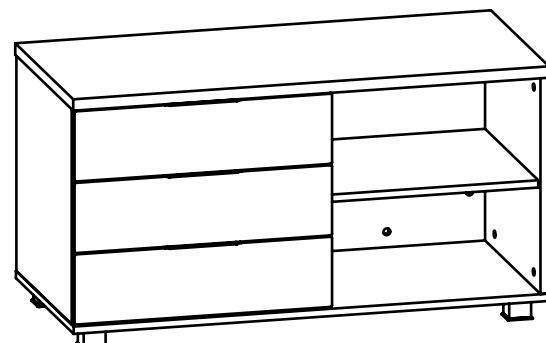

**Рис. 8**
- Установите ручки на фасад ящика и закрепите их при помощи шурупов 3x12 (Рис. 8).